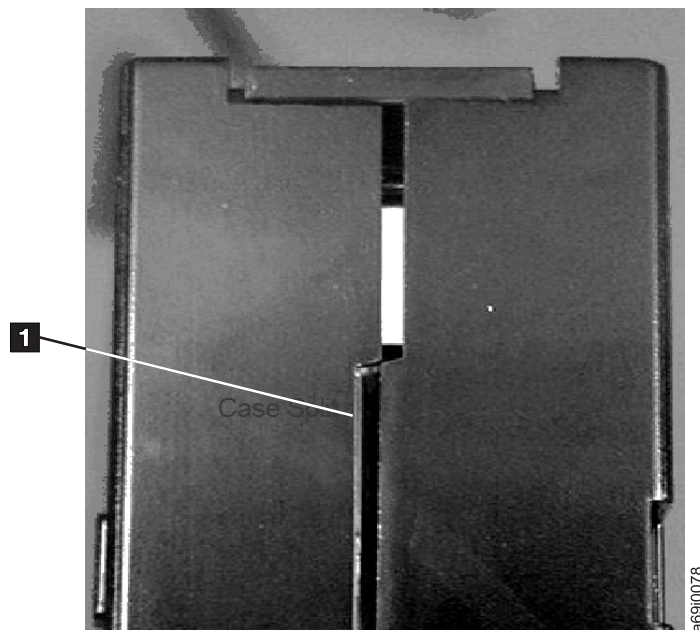
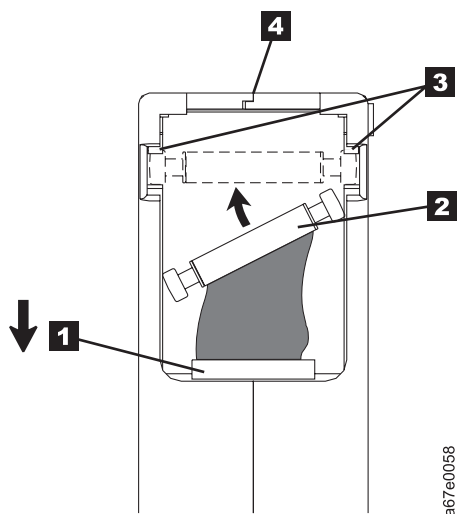

Рисунок 8-7. Осмотр стыков корпуса кассеты
Рисунок 8-9. Установка штифта на место. Открытая шторка кассеты позволяет видеть штифт.
- Осмотрите заднюю часть кассеты (которая первой загружается в отсек накопителя) и убедитесь, что в стыках корпуса нет зазоров (**1** в рис. 8-7 на стр. 8-11 и **4** на рис. 8-9 на стр. 8-13). Если зазоры есть (см. рис. 8-7 на стр. 8-11), то направляющий штифт может быть смещен. Перейдите к разделу “Установка на место валика кассеты и прикрепление к нему ленты” на стр. 8-12.
1. Сдвиньте шторку кассеты (1 в рис. 8-9) и найдите штифт (2 в рис. 8-9). Возможно, для того чтобы пододвинуть штифт к дверце, вам придется слегка встряхнуть кассету.
2. Захватите штифт пинцетом и подведите его к пружинным зажимам (3 в разделерис. 8-9). **Не трогайте ленту.**